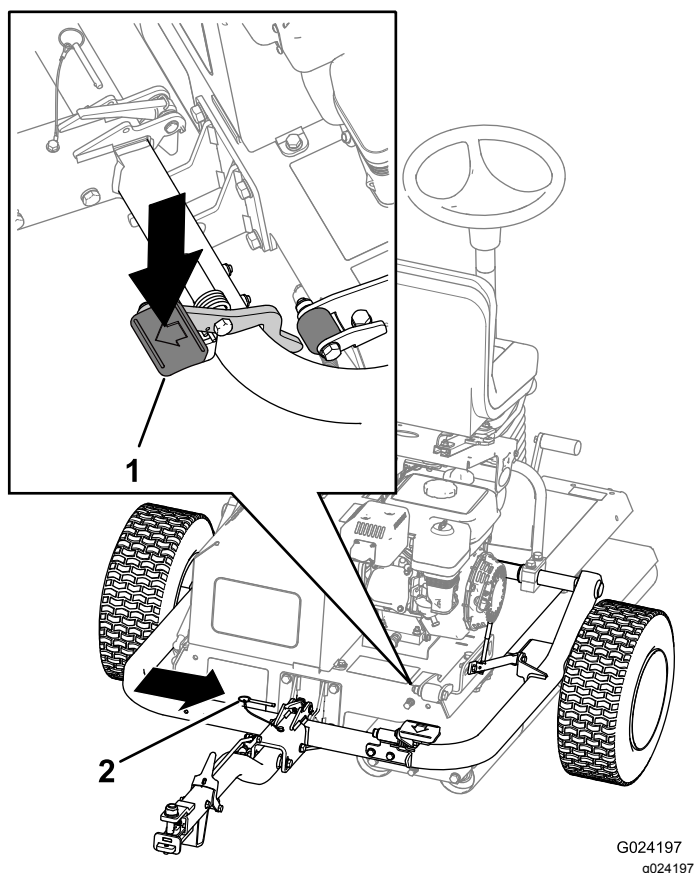

Figure 8
6. Appuyez sur la pédale d'attelage jusqu'à ce que l'attelage se verrouille en place (Figure 8).
7. Insérez la goupille de blocage (Figure 8).